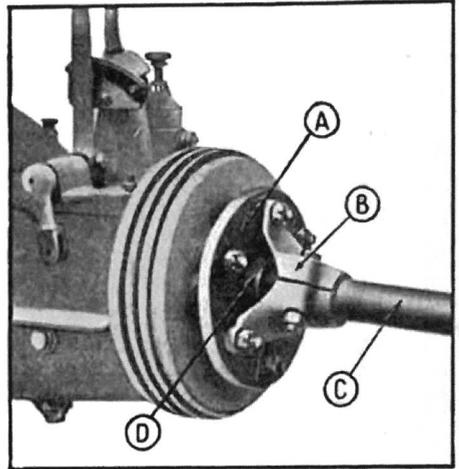

Fig. 161. — Accouplement de l'arbre de cardan avec la poulie de frein.
- 24—Réaccoupler l'arbre de cardan avec la boîte de vitesses en avançant le disque flexible d'accouplement et son plateau, sur les goujons de la poulie de frein ; serrer les écrous de ces goujons en assurant un parfait centrage à la transmission (fig. 161).